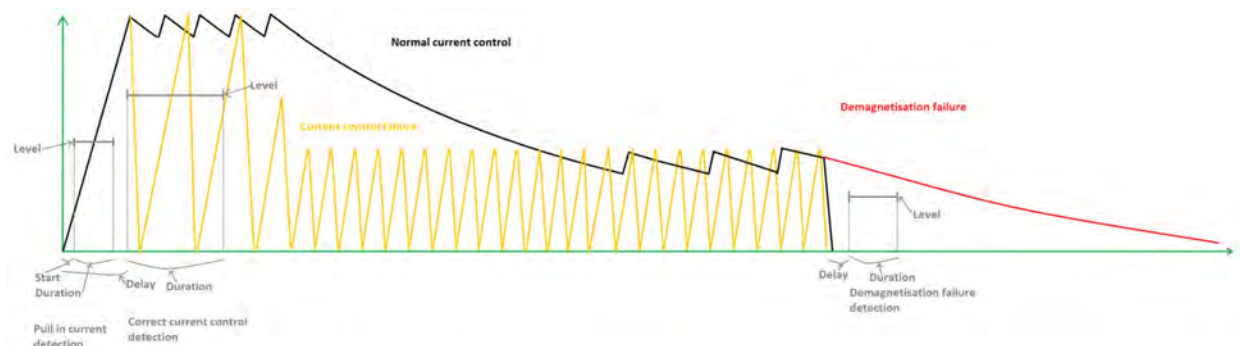

Рисунок 1 Характеристики тока Port Injection
- Обнаружение начального тока (см. рисунок 1 Характеристики тока Port Injection)
- Обнаружение правильного контроля тока (см. рисунок 1 Характеристики тока Port Injection) Проверяется правильность работы PI-драйвера и правильность вывода тока. Для этого оценивается среднее значение тока.